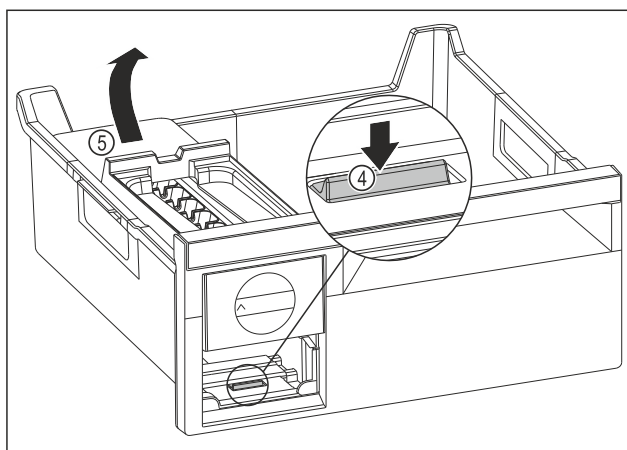

Fig. 78
- Ta ut EasyTwist-Ice-enheten: Tryck ned skenan Fig. 78 (4) med fingret och lyft samtidigt EasyTwist-Ice-enheten Fig. 78 (5) bakifrån med andra handen.